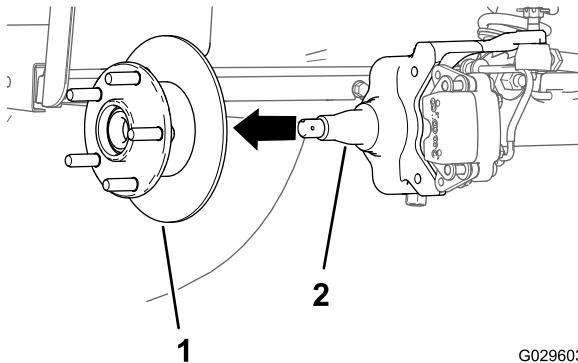

Bild 31
6. Nehmen Sie die Spindelmutter von der Spindel ab und trennen die Radnabe und den Drehzylinder von der Spindel ab (Bild 30 und Bild 31).